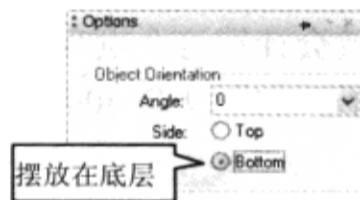

图 9-7-42 选择去耦电容器的摆放层面
(8) 在 Allegro PCB PI option XL 窗口右边“Options”标签页下“Side”处选中“Bottom”，如图 9-7-42 所示。